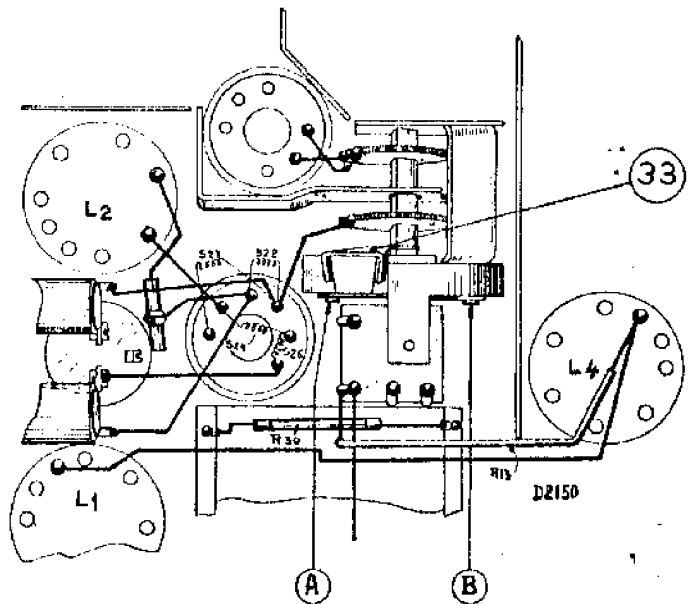

Fig. 7
6. Schroeven A en B losdraaien, waarna de schakelaar te demonteer is (fig. 7). De magnetische schakelaar moet bij 4 Volt nog omschakelen. Door de beugel (33) iets te verbuigen kan dit bijgesteld worden.